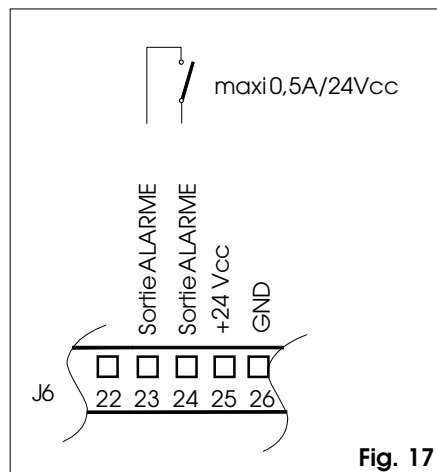

Fig. 17
- ⑦ **Bornier J6** Sorties à relais et fonctions spéciales (fig. 17,18,19)